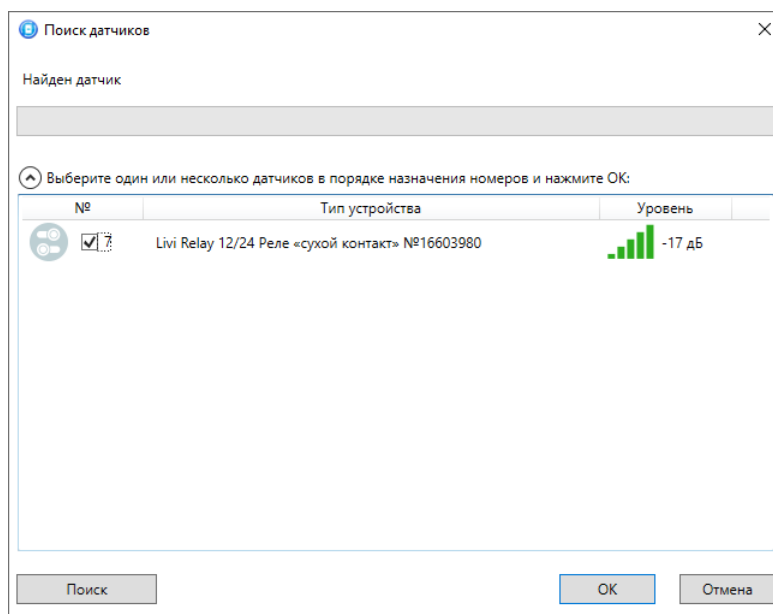

Рисунок 9.6 — Найденные радиоустройства
- В следующем окне (см. рисунок 9.6) отобразится список радиоустройств, доступных для связывания в радиусе действия радиоканала. Если подключаемого радиоустройства нет в списке, повторно переведите его в режим связывания.